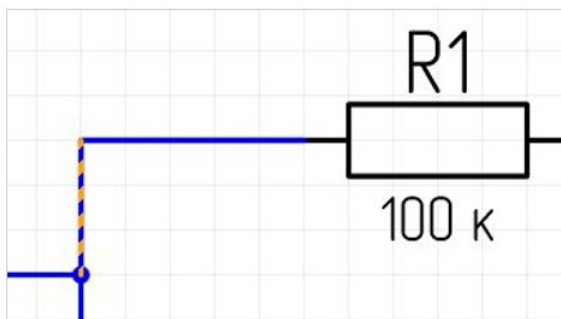

Рис. 75 Сегмент проводника
- Сегмент проводника – прямой отрезок линии электрической связи, см. Рис. 75.